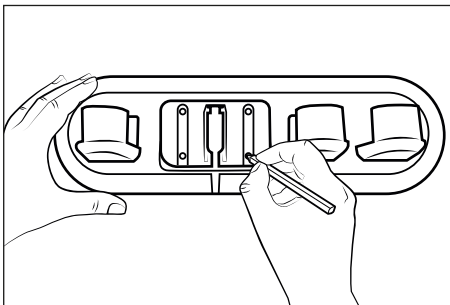

Abb. 5
- 3) Benutzen Sie die Zubehörhalterung **17** zum Anzeichnen der vier Bohrlöcher an der Wand (siehe Abb. 5).